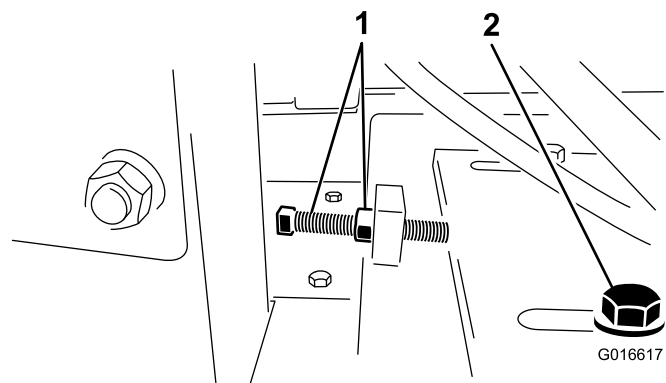

Figura 25
6. Allentate il bullone di tensione della cinghia e il controdado. Fate scorrere il motore verso l'alloggiamento del volano per allentare la cinghia (**Figura 25**).
6. Allentate il bullone di tensione della cinghia e il controdado e fate scorrere il motore verso l'alloggiamento del volano per allentare la cinghia (Figura 25).